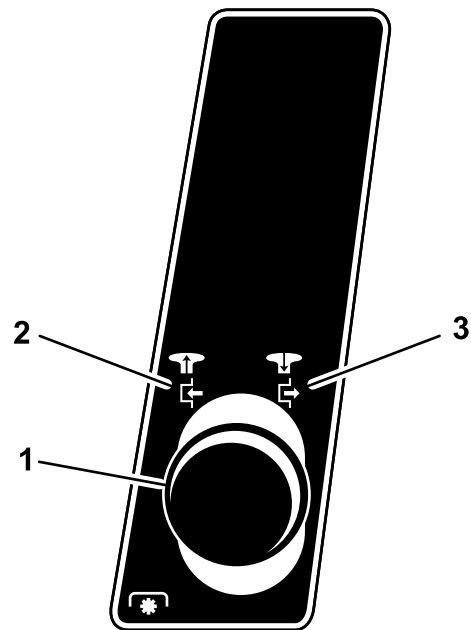

Figura 5
2. Innestate il comando delle lame (PDF) estraendo la manopola in posizione Engaged (Figura 5).
2. Inserite la manopola di comando delle lame (PDF) in posizione di disinnesto (Figura 5).